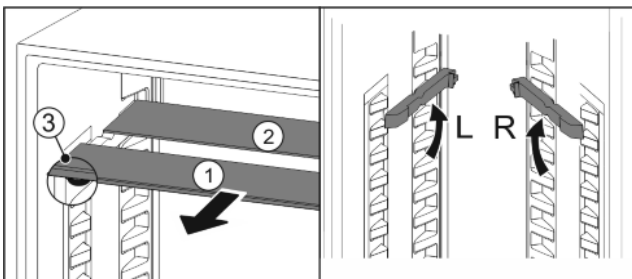

Fig. 22
- Sortir les tablettes par l'avant Fig. 22 (1).
- ▷ La tablette Fig. 22 (1) équipée de butées se trouve à l'avant.
- ▷ Les butées sont tournées vers le bas Fig. 22 (3).